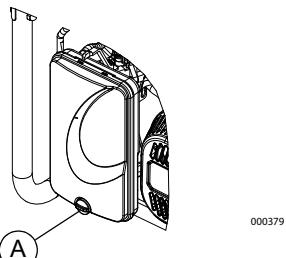

Figura 4-3. Conjunto del filtro de aire
- Vea la Figura 4-3. Gire la perilla (A) y retire la cubierta del filtro de aire.